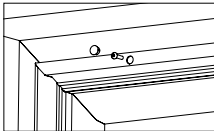

Bild 2
3. Einbaurahmen mittels Befestigungsschrauben am Türrahmen anbringen und mit den mitgelieferten versehen. (Bild 2)